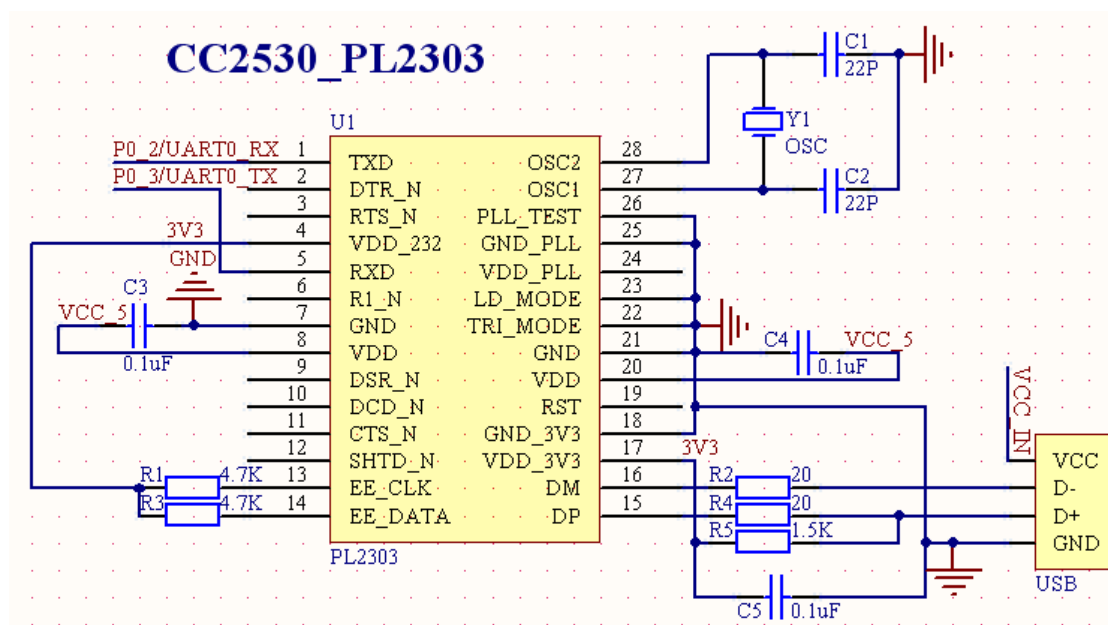

图 2.9 PL2303 USB 转串口电路
**实验讲解:** 我们先来看看 WeBee 底板的 USB 转串口部分电路原理图: 如图 2.9 所示。